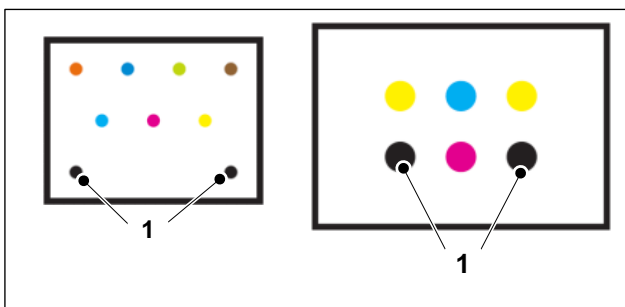

Abb. 14 Referenzpunkte
- Die beiden Referenzpunkte (schwarze Farbpunkte in der untersten Reihe, Abb. 14/1) müssen zum Greiferrand/Druckbeginn zeigen.